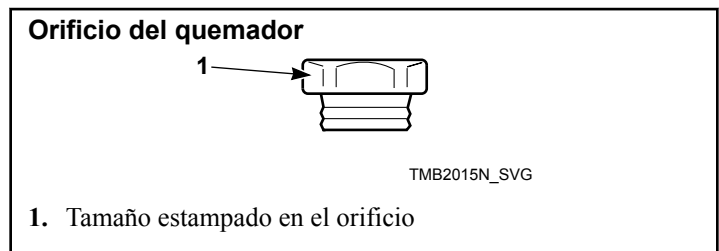

Figura 17
3. Instale el/los nuevos orificio/s del quemador correctos. Consulte la *Figura 17* y *Tabla 1* . a Aplique a cada uno torsión de 9 a 10 Nm.
4. Vuelva a instalar en la válvula de gas el conjunto del soporte del puntal, asegurándose de que los orificios del quemador estén alineados con la abertura del tubo del quemador. Consulte la *Figura 17* .